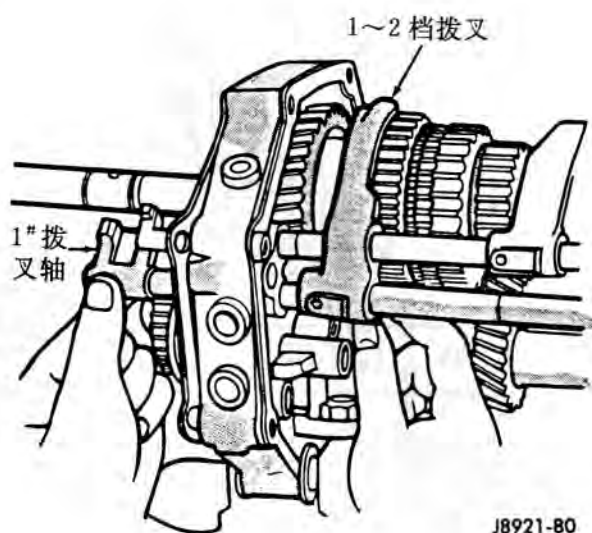

图 80 安装 1st 拨叉轴
(8) 把 1st 拨叉轴安装到一、二档拨叉上 (图 80)。